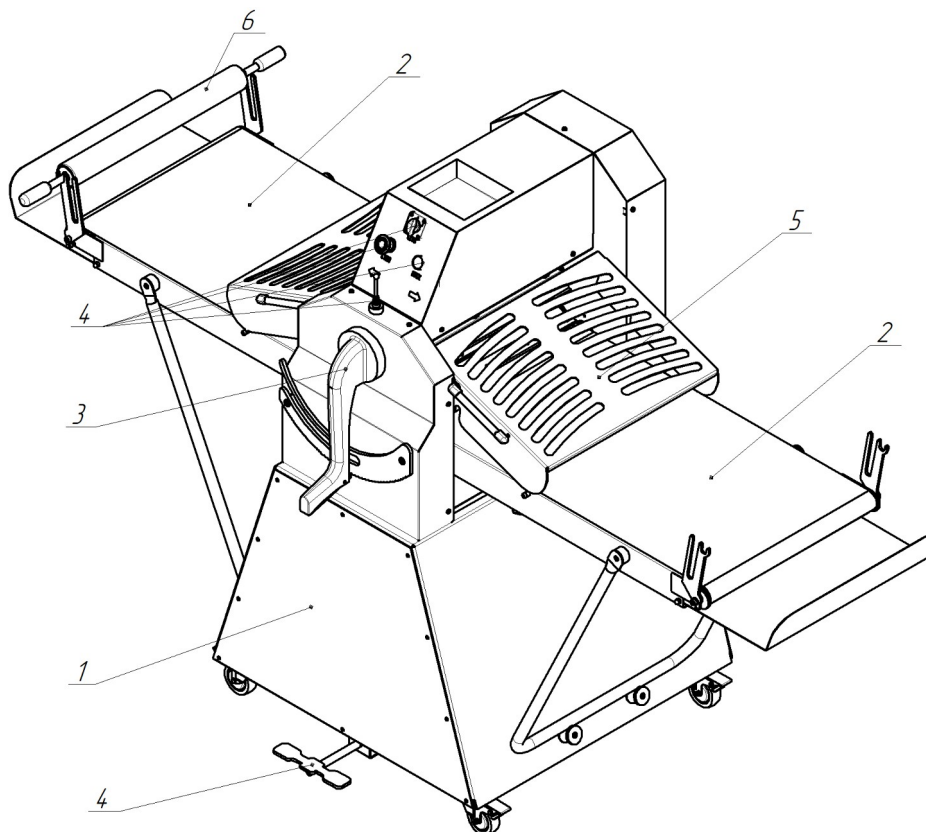

Рисунок 1.
1. Машина состоит из подставки (рис.1 поз.1), на котором закреплена машина, в щёках станины установлены раскатывающие валы (рис.2), привод валов (рис.3), привод транспортёров (рис.4), транспортёры (рис.1 поз.2), рукоятка регулирования зазоров между валами (рис.1 поз.3), кнопки, джойстик, педаль управления (рис.1 поз.4). На специальных кронштейнах установлена скалка (рис.1 поз.6). Предусмотрены скребки для очистки валов от теста (рис.2). Ограждение (рис.1 поз.5) снабжено блокировкой.
6. Двойстик и педаль (**рис.1 поз.4**) служит для переключения направления движения транспортёров.
7. Рукоятка регулирования зазоров (**рис.1.поз.3**) служит для выставления необходимого расстояния между раскатывающими валами.
8. Скалка (**рис.1 поз.6**) служат для накатывания на них тонкого теста для последующей переработки.
10. Ограждение (**рис.1 поз.5**) оснащены концевым выключателем, которая отключает машину при ее поднятии.